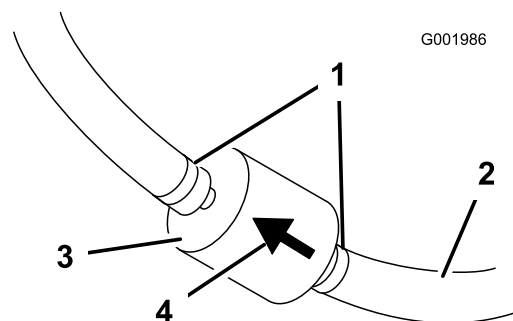

Figura 41
5. Aperte as pontas dos grampos da tubagem e afaste-as do filtro (Figura 41).